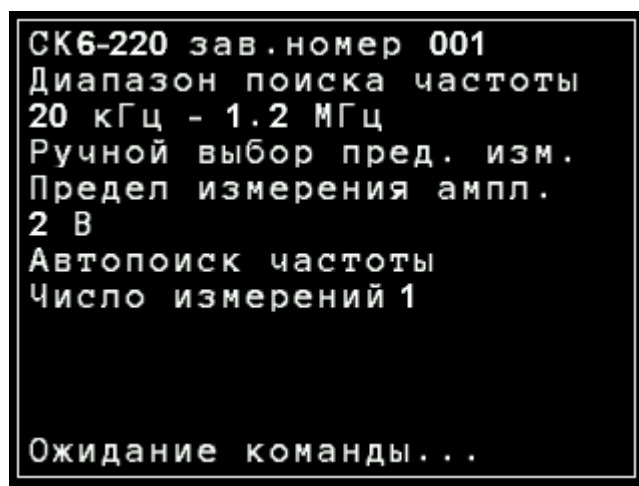

Рисунок 2.2. Главное окно измерителя коэффициента гармоник СК6-220
2.3.3 При включении измерителя коэффициента гармоник СК6-220 на дисплее в главном окне будет отображена следующая информация (см. рисунок 2.2):